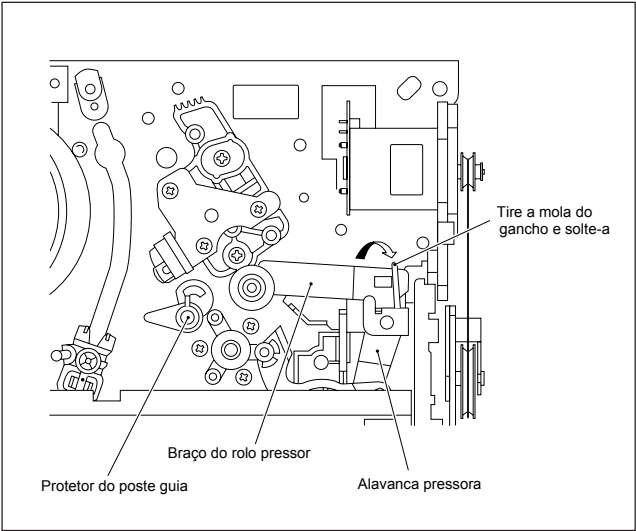

Fig. 2-1-3d
- (3) Remova a mola do rolo pressor do gancho da alavanca tensora, separando-o da fita (Veja Fig. 2-1-3d)
- (4) Do mesmo modo mostrado nas instruções no item ocorrência de falha elétrica em 2.1.3-1 (5), remova o guia superior.
- (5) Levante a tampa da fita cassete. Mantendo-a levantada, retire a fita cassete do suporte do cassete.
- (6) Suspenda o rolo pressor, coloque a mola novamente no gancho e enrole a fita solta novamente no cassete.